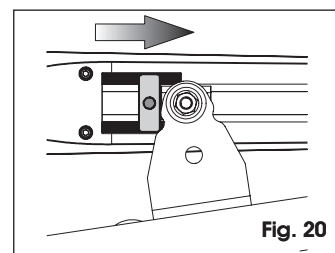

Fig. 20
4. Déplacer l'arrêt mécanique à proximité de la patte d'attache antérieure d'après la figure 20.